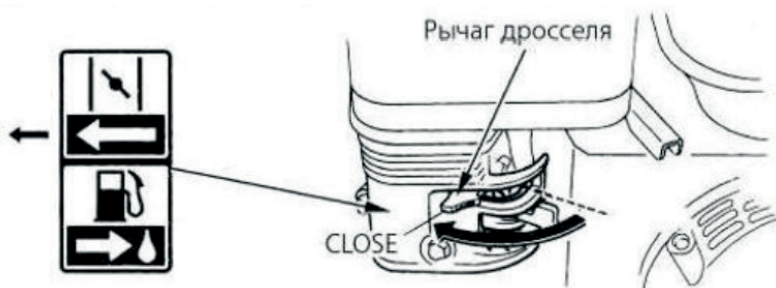

Рис. 13
4. Передвиньте рычаг дросселя в положение CLOSE (закрыто). (см. рис. 13)